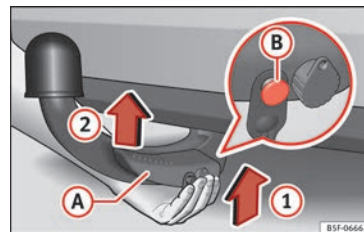

Bild 229 Montera borttagbar dragkrok / utlösningsskruv upplåst
- Håll den borttagbara dragkroken **underifrån** » bild 229 och för in den i dragkrokens fäste i pilens riktning ① till den klickar fast. » ⚠.